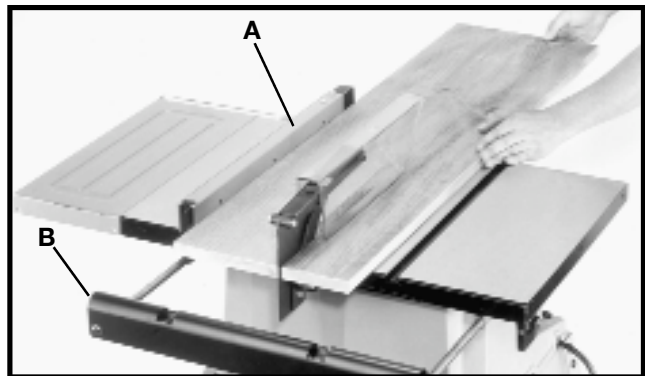

Fig. 46
El corte longitudinal se realiza a lo largo de una tabla. La guía de corte longitudinal (A), Fig. 46, se utiliza para posicionar y guiar el trabajo. Un borde del trabajo corre contra la guía de corte longitudinal mientras que el lado plano de la tabla descansa sobre la mesa. Debido a que el trabajo es empujado a lo largo de la guía, debe tener un borde recto y un contacto firme con la mesa. Se debe usar la guarda de la hoja de la sierra. La guarda tiene seguros antirretroceso para prevenir el retroceso y un hendedor para evitar que el corte de la madera se cierre y atasque la hoja.
1. Encienda el motor y haga avanzar el trabajo, sosteniéndolo hacia abajo y contra la guía. **Nunca** se pare en la línea de corte de la sierra mientras realiza el corte longitudinal. Sostenga el trabajo con ambas manos y empújelo a lo largo de la guía y hacia la hoja de la sierra (Fig. 46). Luego puede introducirlo en la hoja de la sierra con una o ambas manos. Después de que el trabajo pasó la hoja de la sierra y los seguros antirretroceso, retire la mano. Una vez terminado esto, el trabajo quedará en la mesa, apenas inclinado y atrapado por el extremo de la guía posterior, o se deslizará de la mesa al piso. Alternativamente, la alimentación puede continuar hasta el final de la mesa y después de eso, se levanta el trabajo y se lo lleva junto al borde externo de la guía. El material cortado permanece en la mesa y no debe tocarse hasta que se haya detenido la hoja de la sierra, a menos que la pieza sea grande y permita una remoción sin peligro. Cuando se cortan longitudinalmente tablas de más de 90 cm (3 pies) de largo, se recomienda extender lo más posible el soporte de avance de salida (B), Fig. 46, para evitar que la sierra se caiga de la mesa de la sierra.